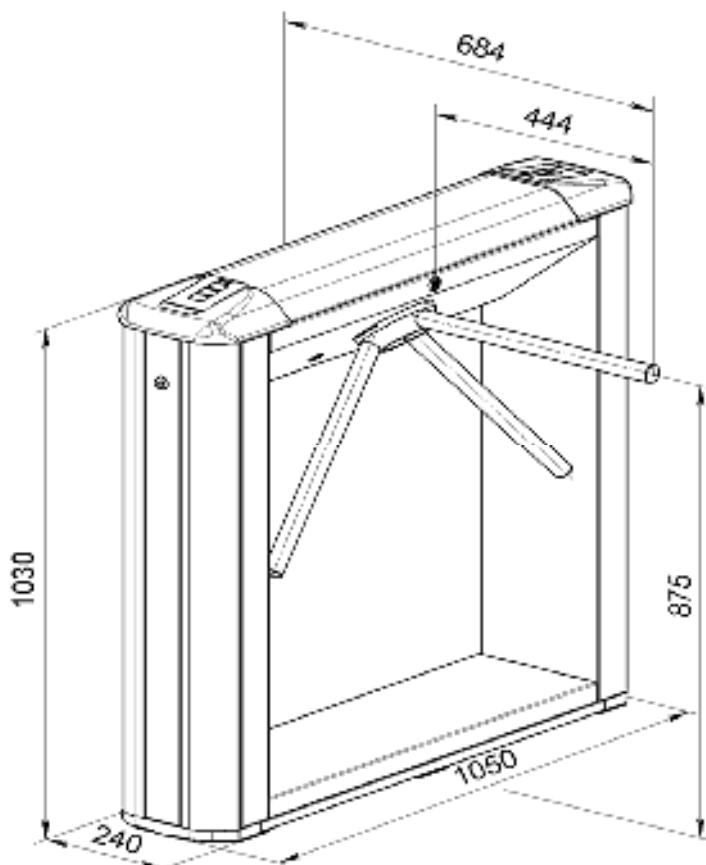

Рисунок 1 Габаритные размеры турникета
Стойка крепится к полу четырьмя анкерными болтами через отверстия в основании (2). Габаритные размеры турникета указаны на рис. 1.